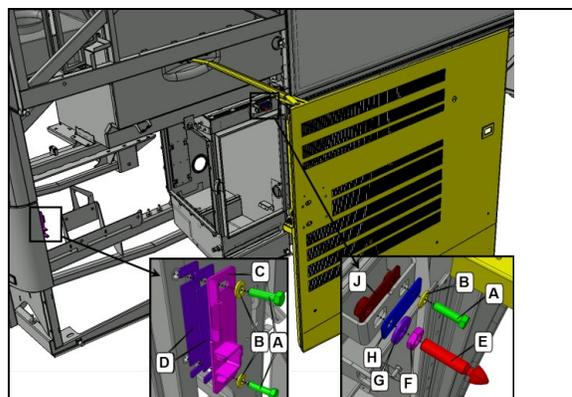

FIGURE 57:
9. 9. Installer la plaque d'alignement/verrouillage C et la goupille d'alignement/verrouillage E. Centrer ces éléments dans leurs rainures de montage respectives. (Figure 57:). Les composants doivent être ajustés, mais pas trop serrés pour permettre l'ouverture facile de la porte.